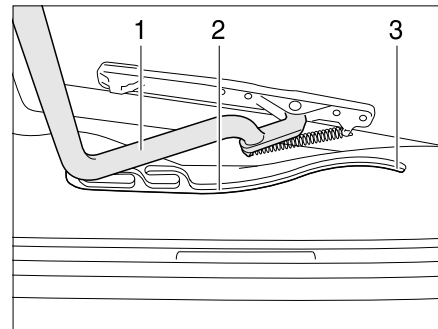

Fig. 92 Lanterneau Heki, glissière
- Tirer l'étrier (Fig. 92,1) dans les glissières (Fig. 92,2) jusque dans la position la plus reculée (Fig. 92,3).
- Pousser l'étrier (Fig. 92,1) légèrement vers le haut avec les deux mains.
- Tirer l'étrier dans les glissières (Fig. 92,2) jusqu'à la position souhaitée.